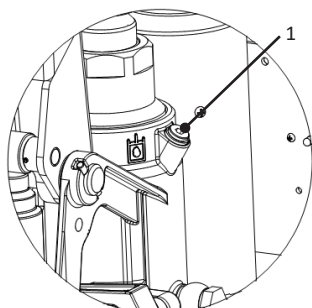

Fig. 19
1. Găsiți orificiul de umplere cu ulei (1). (Fig. 19)